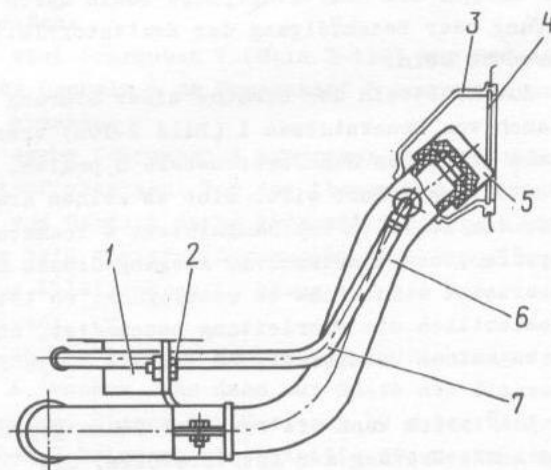

Bild 2-107. Prinzip-Einbauplan für Einfüllrohr des Kraftstofftanks:
- Verschuß 5 (Bild 2-107) des Einfüllrohres abnehmen;
- Einfüllrohr absetzen und Luftrohr 7 (siehe Bild 2-107) von demselben losmachen;